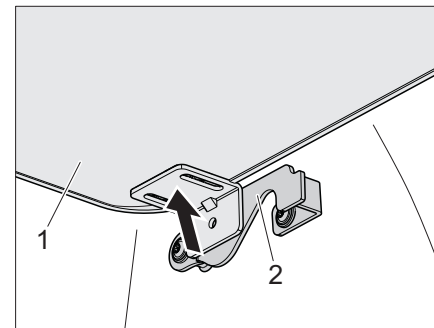

Fig. 22 Pivote
- Levantar la extensión de la cama (Fig. 22,1) por la izquierda y derecha fuera del soporte (Fig. 22,2).